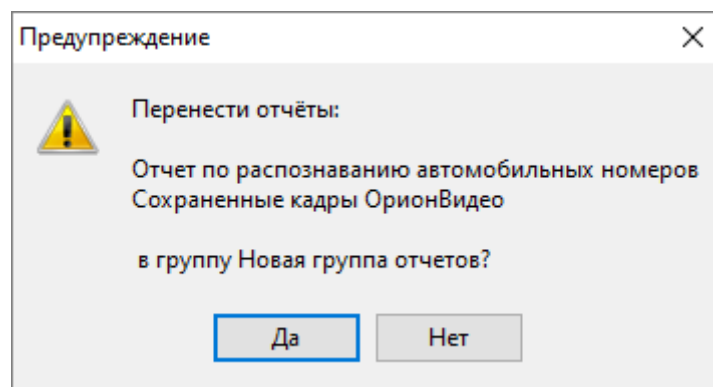

Рисунок 10-298 Предупреждение о перемещении отчетов
- 5) в появившемся окне предупреждения о перемещении отчетов (см. Рисунок 10-298) отобразится информация о том, какие отчеты перемещаются и о том, в какую группу они перемещаются. Нажмите кнопку «Да», чтобы подтвердить перемещение отчетов (либо нажмите кнопку «Нет», чтобы отказаться от перемещения отчетов).